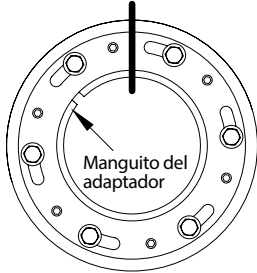

Figura 2. Marque la cara de la tuerca externa y del adaptador
5. **Importante:** Marque una línea a lo largo del frente y la parte superior del adaptador y la tuerca externa para usarla como una referencia de ubicación, vea la figura 2. Este es un punto crítico y representa la ubicación del ensamble de la tuerca antes de apretar los pernos de cabeza hexagonal.